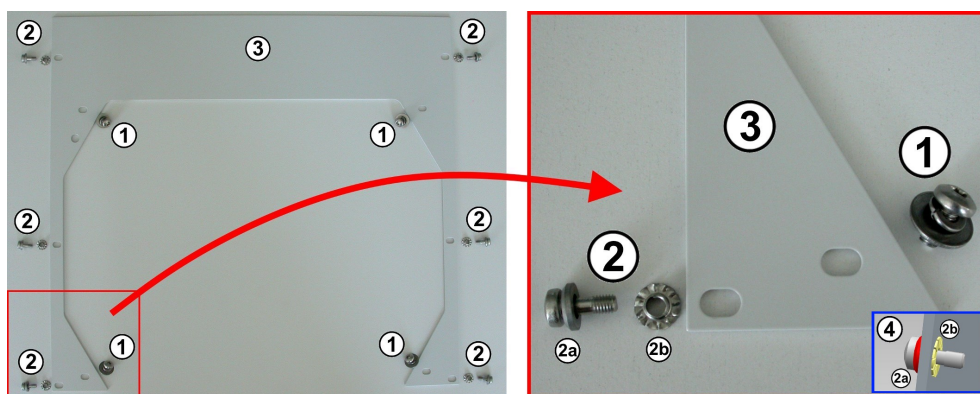

Bild 6-6: Matchning av skruvar och brickor med de olika hålen i ställningens täckplåt av metall
8. Fäst de sex skruvarna med brickor och jordningshylsor (märkta (2) i bild 6-6) i de sex yttre hålen i ställningens täckplåt av metall.
- Se till att sätta i jordningshylsorna (2b) från täckplåtens baksida, och M5-skruvarna med små brickor (2a) från framsidan. Resultatet visas i detalj (4) i bild 6-6. När M5-skruvarna väl har satts i och dragits åt mot jordningshylsorna kan du inte ta bort skruvarna från metallplåten.
10. Fixera ställningens täckplåt av metall i M5-burmuttrarna i ställningen med hjälp av de sex skruvarna (2) i bild 6-6.
11. Fixera ställningens täckplåt av metall i kammaren med hjälp av de fyra skruvarna och brickorna (1) i bild 6-6.